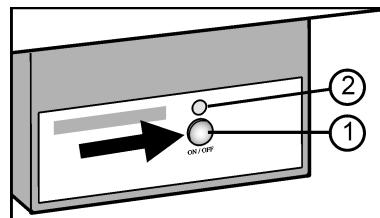

Fig. 15
- Pulse la tecla On/Off Fig. 15 (1) hasta que el LED Fig. 15 (2) se ilumine.